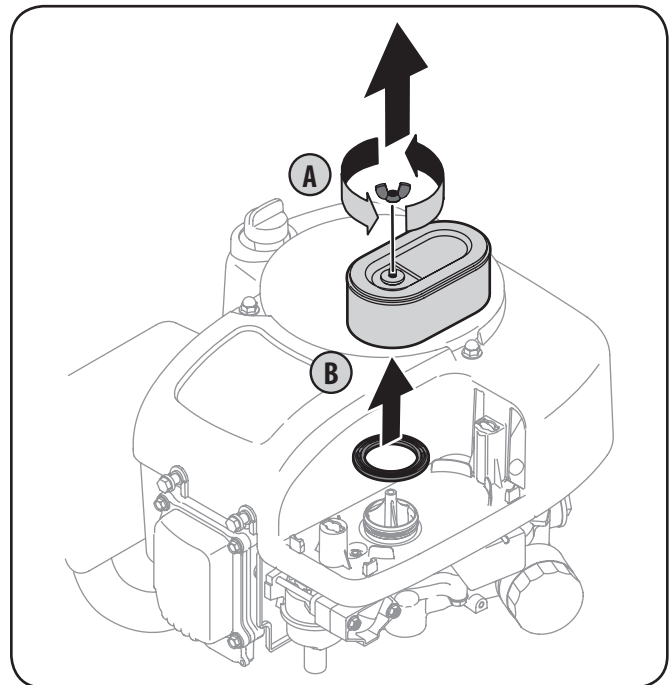

Figura 6-5
- b. Tire hacia arriba y retire el filtro de aire y el sello de base. Vea la Figura 6-5.